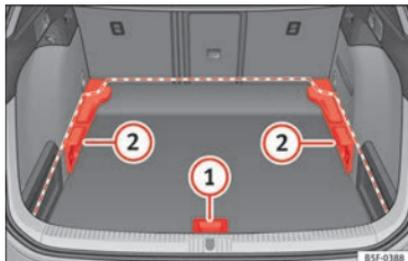

Fig. 136 Piano variabile del bagagliaio: posizioni.
- Sollevare il piano mediante la maniglia »» fig. 136 ① e tirarlo all'indietro fino a quando la parte anteriore del piano sarà completamente fuoriuscita rispetto ai supporti ②.
- Far scorrere il piano in avanti attraverso i supporti fino a farlo entrare in contatto con lo schienale dei sedili posteriori, e, successivamente, abbassare il piano con la maniglia ①.
- Far combaciare tale parte anteriore con le fessure inferiori dei supporti e lasciar scorrere il piano in avanti fino a farlo entrare in contatto con lo schienale dei sedili posteriori, abbassando allo stesso tempo il piano con la maniglia ①.
- Sollevare il piano con la maniglia »» fig. 136 ① e spingerlo all'indietro fino a quando la parte posteriore del piano sarà